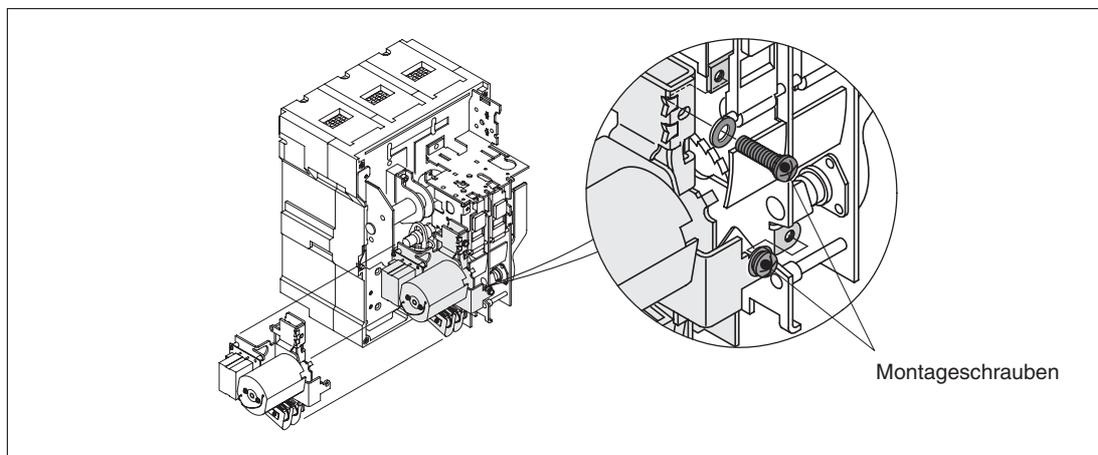

Abb. 4-17 Ausbau des Motorantriebs
- ① Bauen Sie vor Ausbau des Motorantriebs gegebenenfalls den Schaltspielzähler (CNT) und die Verriegelungen (CAL, CYL) aus.
- ② Lösen Sie die zwei M6-Montageschrauben der Motorantriebseinheit (Abb. 4-17).